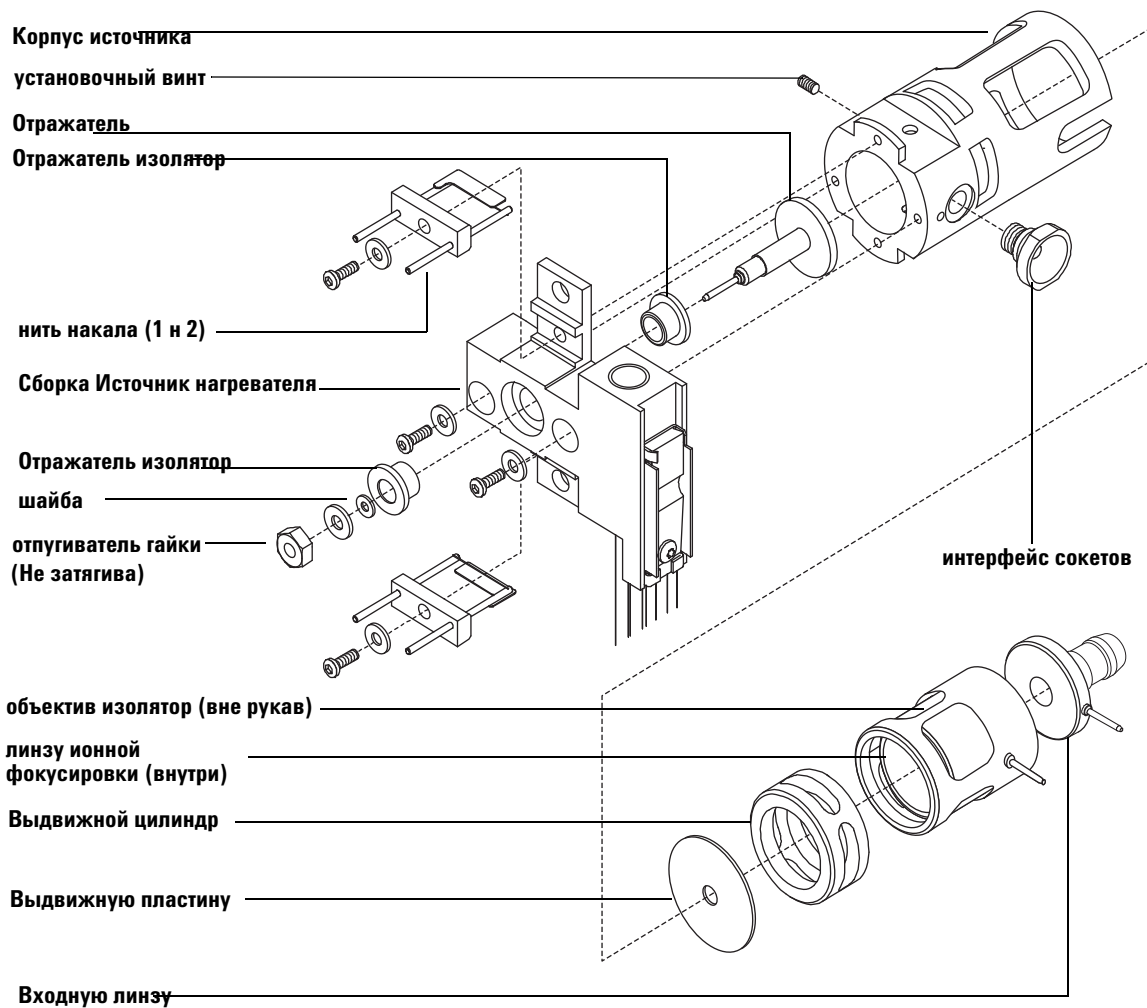

Рис. 21 Разборка стандартного ионного источника ЭУ
- 3 Отделите блок нагревателя источника от корпуса источника, сняв два винта. Блок нагревателя источника включает нагреватель, отражатель и дополнительные детали. (См. **Рис. 21.**)
- 4 Разберите блок отражателя, сняв гайку отражателя, шайбы, керамические изоляторы и отражатель. (См. **Рис. 21.**)
- 7 Удалите линзы из корпуса источника и отделите изолятор линзы, линзу ионной фокусировки, выдвигающую пластину, выдвигающий цилиндр и входную линзу. (См. **Рис. 21.**)
- 1 Соберите линзу ионной фокусировки, входную линзу и изолятор линзы (Рис. 21).
- 2 Установите выдвижную пластину и выдвижной цилиндр в корпус источника (Рис. 21).